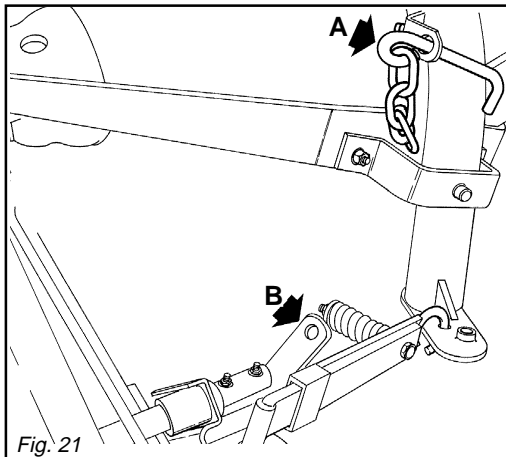

Fig. 21
- Sfilare il gancio di sicurezza (A, Fig. 21), e riporlo nell'alloggiamento superiore del telaio. Regolare la minima lunghezza per agganciarlo in (B, Fig. 21) con la falciatrice sollevata.
- Remove safety hook (A, Fig. 21), required only for transportation, and fit it back in the slot positioned above the chassis. Reduce to the minimum length in order to hook it in (B, Fig. 21) with the mower raised.
- Den Sicherheitshaken (A, Abb. 21) herausziehen und in der Stelle einstecken. Der Sicherheitshaken dient nur für den Transport; beim Mähen muss er immer gelöst werden. Seine Länge soll mit hochgestellter Maschine reguliert werden, damit diese Länge zum Anhängen des Mähwerkers, in der Stelle (B, Abb. 21) am geringsten ist.
- Désenfiler le crochet de sécurité (A, Fig. 21), qui sert seulement pour le transport et le remettre dans le logement supérieur du châssis. Régler la longueur minime pour l'accrocher en (B, Fig. 21) avec la faucheuse soulevé.
- Quitar el gancho de seguridad (A, Fig. 21), que sirve solamente para el transporte y ponerlo en el alojamiento superior del chasis. Regular la longitud mínima para engancharlo en (B, Fig. 21) con la segadora levantada.